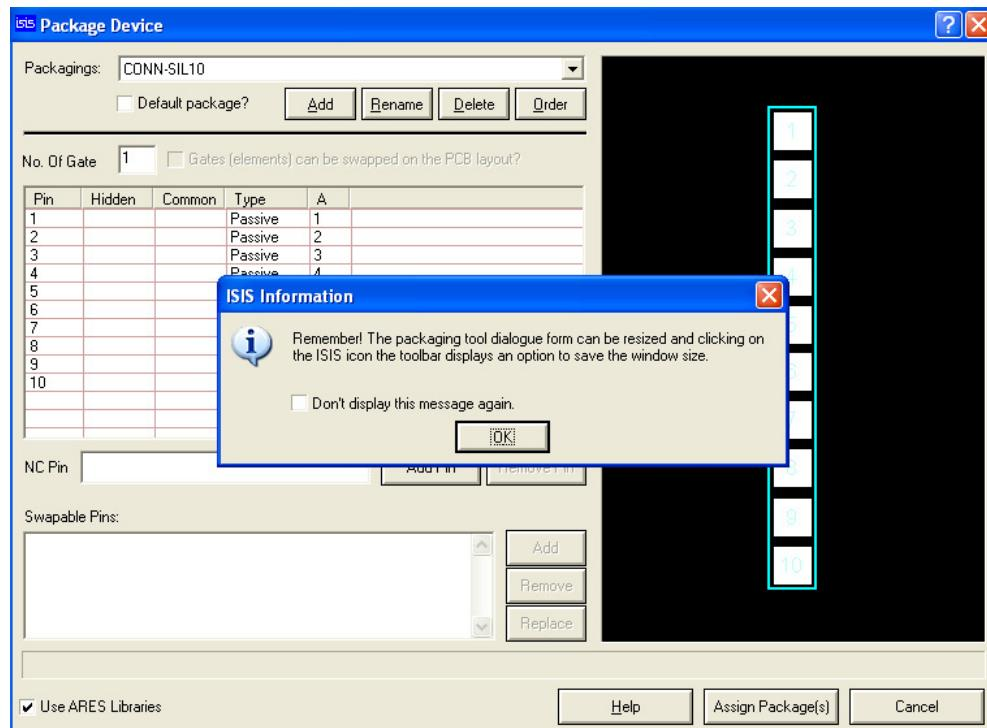

Figura 93: Janela Packaging Device.
- d. Abrirá a janela **Package Device**, conforme figura 93.